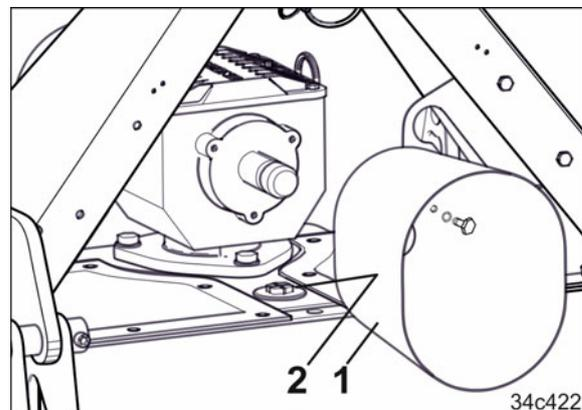

Fig. 181
2. Den Schutztopf (Fig. 181/1) abschrauben.
3. Den Dichtstopfen (Fig. 181/2) öffnen.